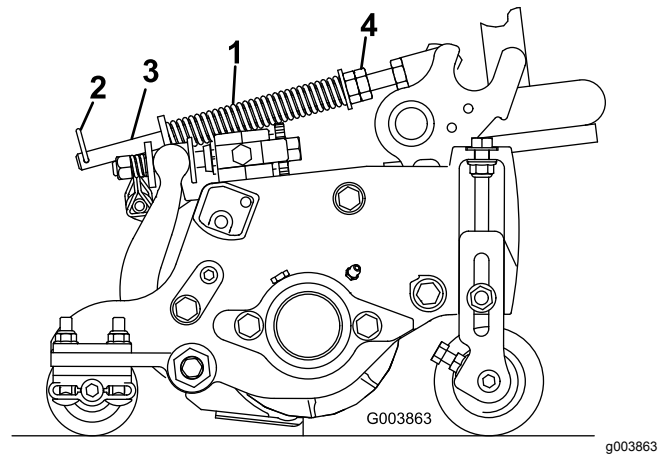

Figure 15
- Serrez les écrous hexagonaux sur l'extrémité avant de la tige de ressort jusqu'à ce que la longueur du ressort comprimé soit égale à 12,7 cm sur le Reelmaster 5410 à plateaux de coupe de 12,7 cm ou à 15,9 cm sur le Reelmaster 5510 à plateaux de coupe de 17,8 cm (Figure 15).
Le ressort de compensation (Figure 15) transfère aussi le poids du rouleau avant au rouleau arrière. (Cela évite la formation d'ondulations à la surface de la pelouse.)
- Vérifiez que la goupille fendue est insérée dans le trou de la tige de ressort (Figure 15).